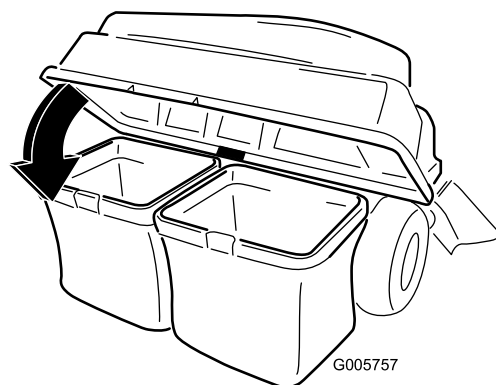

Figura 10
- Baje la tapa del ensacador sobre la bolsa (Figura 10).